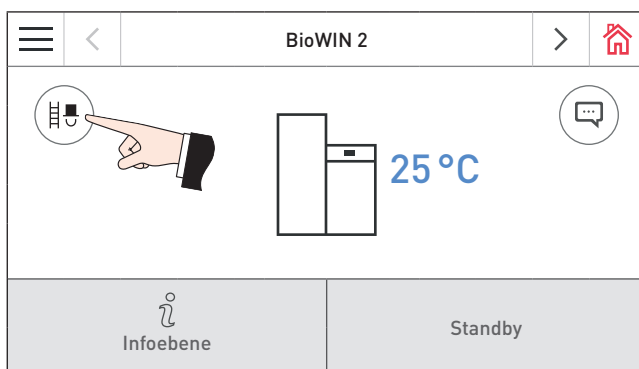

Fig. 37 Homescreen BioWIN2
- Kaminkehrer-Taste (🚮) am Homescreen des Kessels (Fig. 37) drücken.